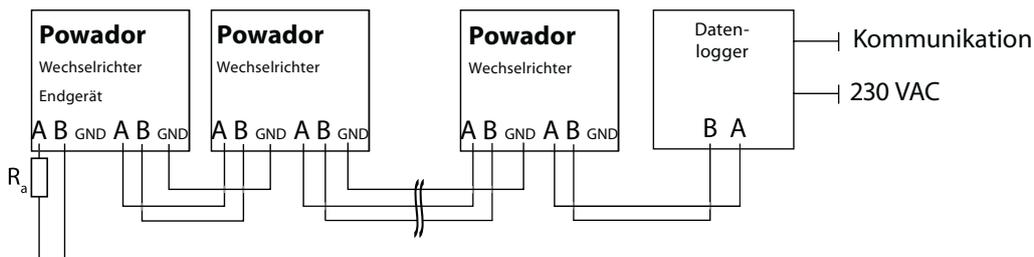

Bild 14: Anschlussschema der RS485-Schnittstelle
- GND mit GND (siehe Bild 14 auf Seite 25)